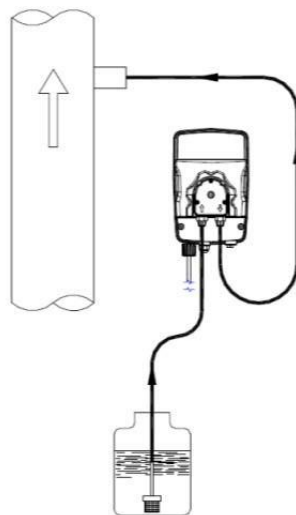

Рис. 3
c. – Розмістіть насос, як показано на рис. 3, з огляду на, що його можна встановлювати, як вище, так і нижче рівня дозованої рідини, при цьому перепад рівнів не повинен перевищувати 2-х метрів. Не встановлюйте насос над ємністю з хімічними препаратами, що виділяють велику кількість парів, за винятком випадків, коли ємність герметично закупорена.